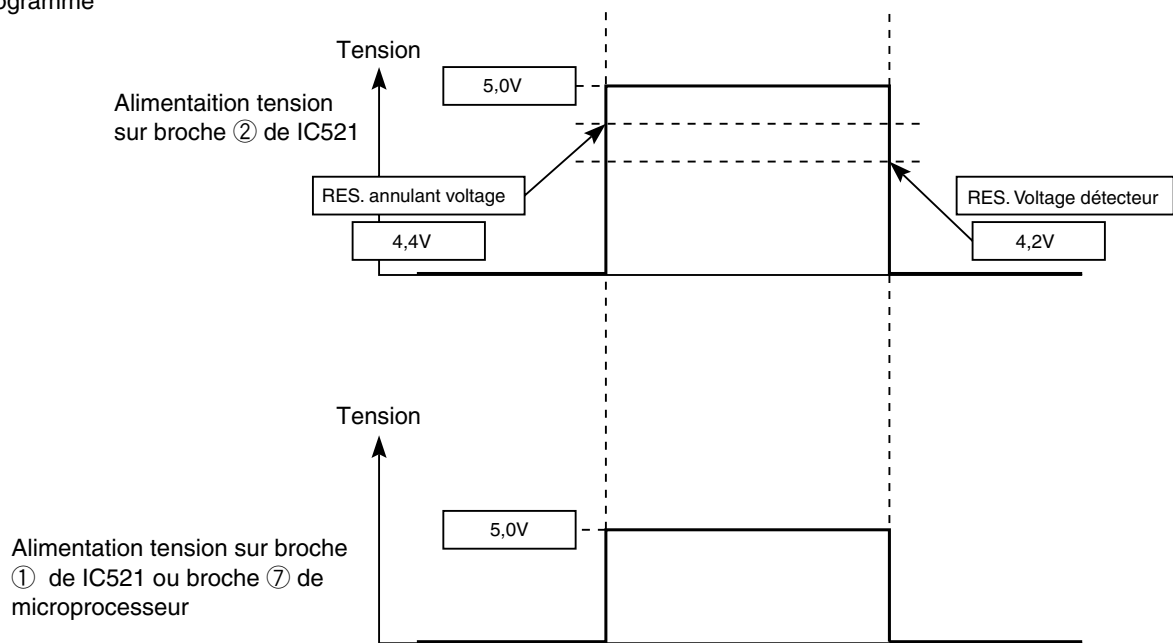

Fig.2-2
- Le microprocesseur opère quand la broche ⑦ du microprocesseur de l'unité intérieure (entrée de remise à zéro) est "Lo" pour la remise à zéro et "Hi" pour le chauffage.
- La forme d'onde de chaque partie à la commutation d'alimentation MARCHÉ et à l'extinction est indiquée sur la Fig. 2-2.
- Après la mise sous tension, la broche ① d'alimentation tension de IC521 et la broche ⑦ de microprocesseur deviennent Hi quand la ligne 5V CC augmente et atteint environ 4,4V ou plus.